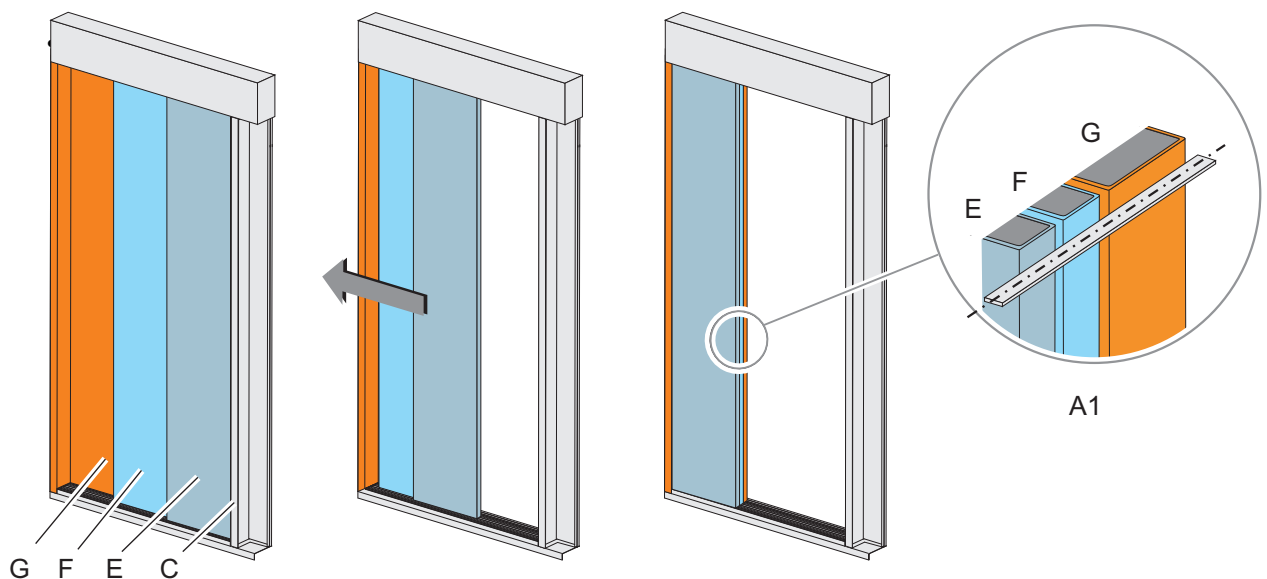

Abb. 31
Überprüfen, ob sich beide Türblätter (E+F) mit Öffnungszarge (G) auf einer Linie befinden (Ausschnitt A1, Abb. 31)